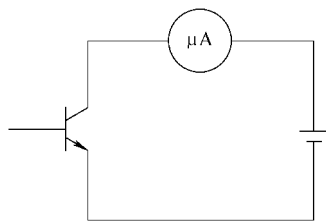

图 2-52 测量 I_{ce0} 电路
4) 集电极—发射极间穿透电流 I_{ce0} 是指基极 b 开路, 集电极 c 与发射极 e 之间加一定反向电压时, 集电极—发射极间导通的电流。图 2-52 所示为测量 I_{ce0} 所用电路。